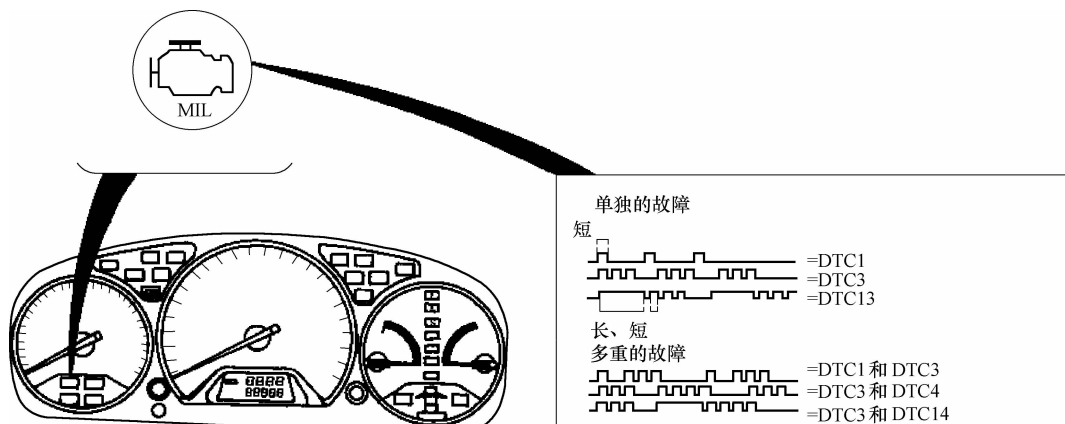

图 2-5 广州本田故障码显示方式
c. 打开点火开关但不启动发动机，根据仪表板上的“MIL”或“CHECK ENGINE”灯闪烁规律读取故障码。1~9 单码通过短闪方式显示，双码的十位数用长闪方式显示，个位数用短闪方式显示。多个故障码按由小到大的顺序依次输出，故障码输出波形如图 2-5 所示。故障码含义见表 2-2。